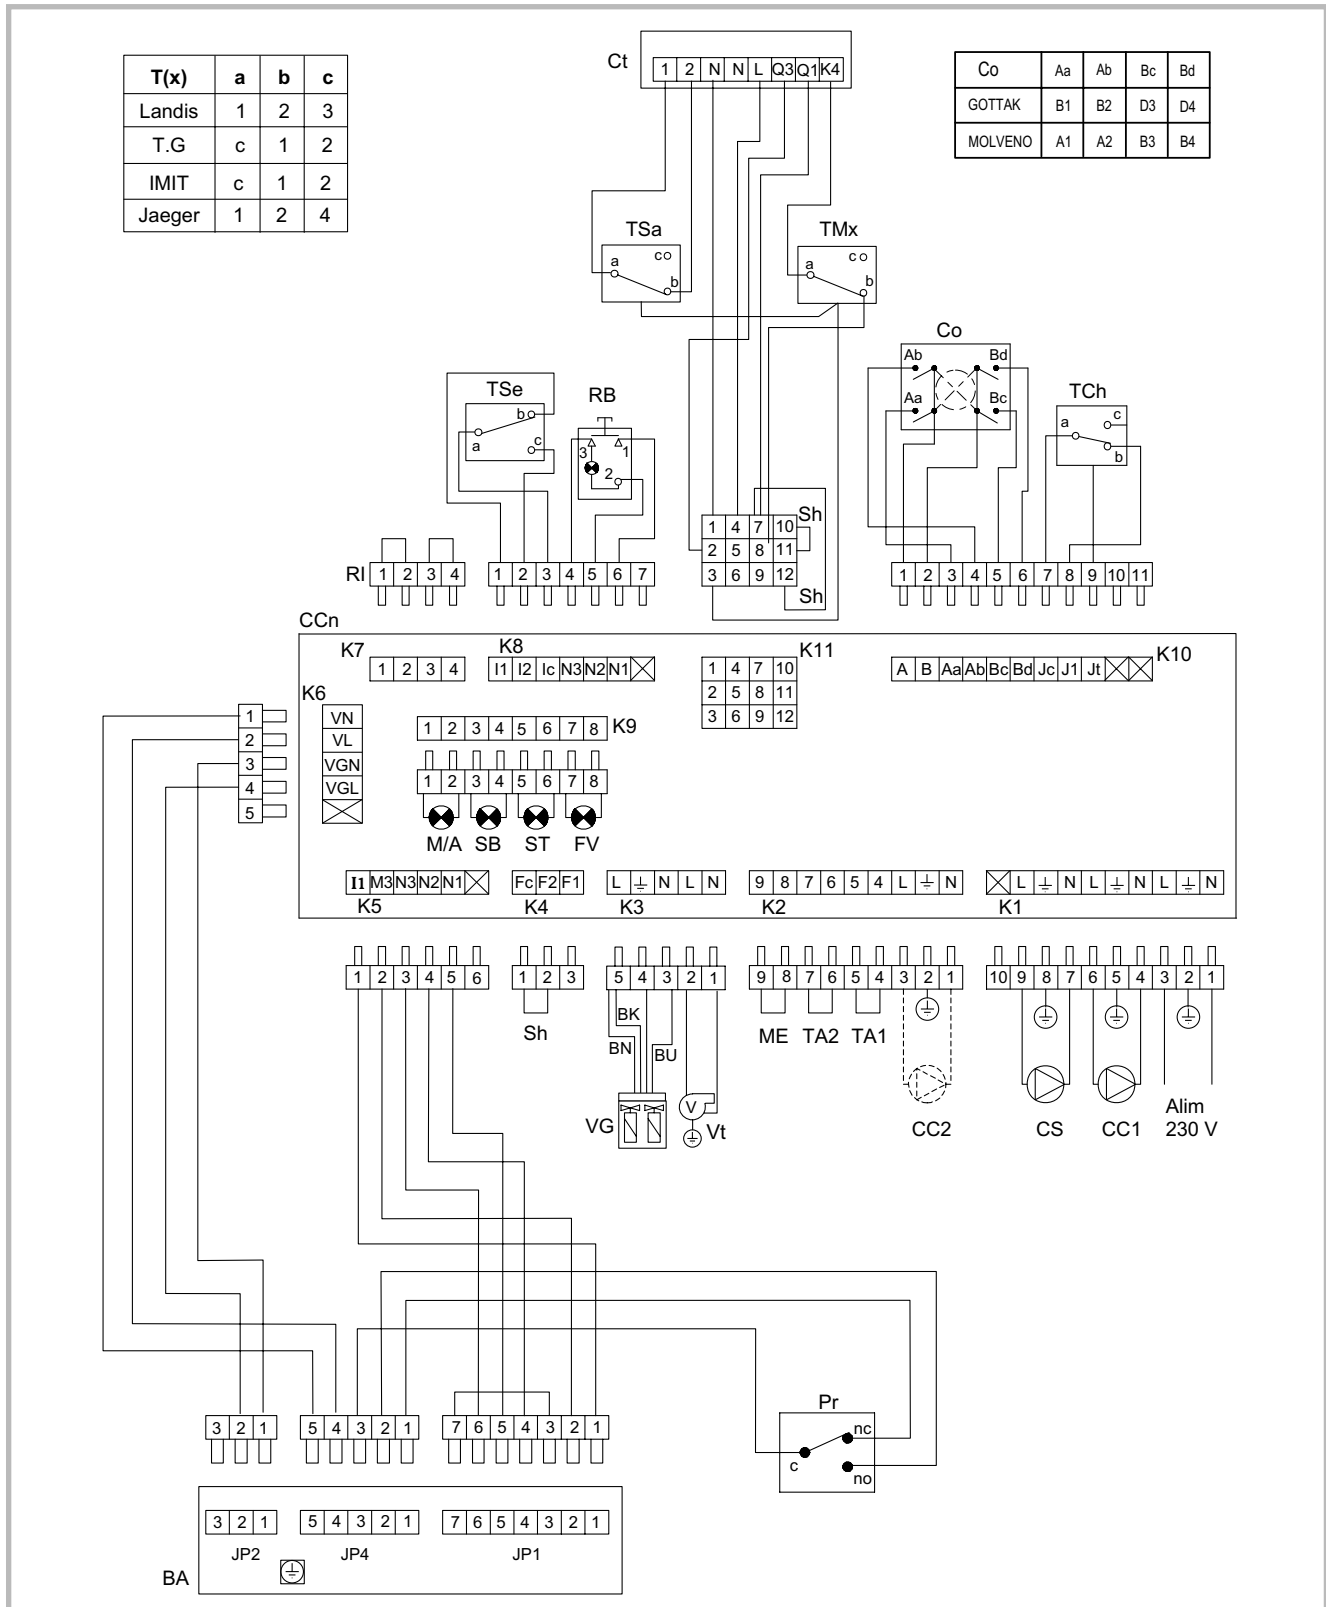

Figure 14 - Elektrisch kablering
- De aansluitingen uitvoeren volgens de schema's fig. 14
Legende fig. 14 en 15